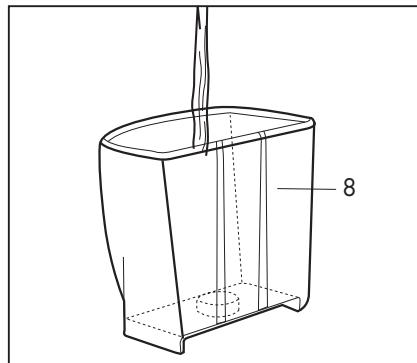

Fig. 2
- Riempire il serbatoio con acqua fresca per un massimo di 2 l. (**Fig.2**)